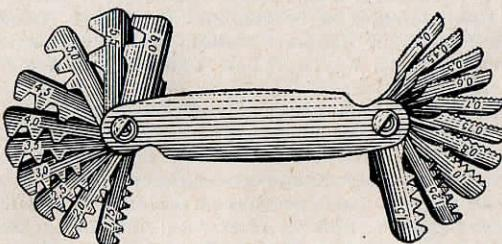

Рис. 6
**Резьбомер** (рис. 6) служит для определения шага резьбы. Чтобы определить шаг резьбы, на резьбомере подбирают пластинку, профиль которой должен точно совпадать с определяемой резьбой. Подобрав точно пластинку, смотрят на ней указание шага резьбы.